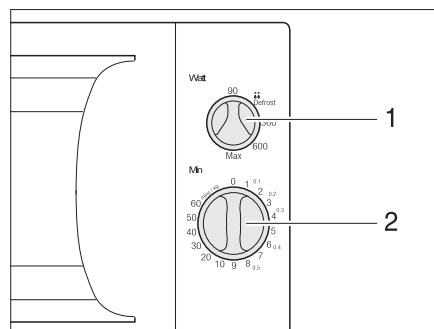

Bild 236 Bedienelemente für Mikrowellengerät
- Am Drehregler (Bild 236,1) Leistung wählen.
- Am Drehregler (Bild 236,2) Garzeit wählen. Der Garvorgang beginnt.